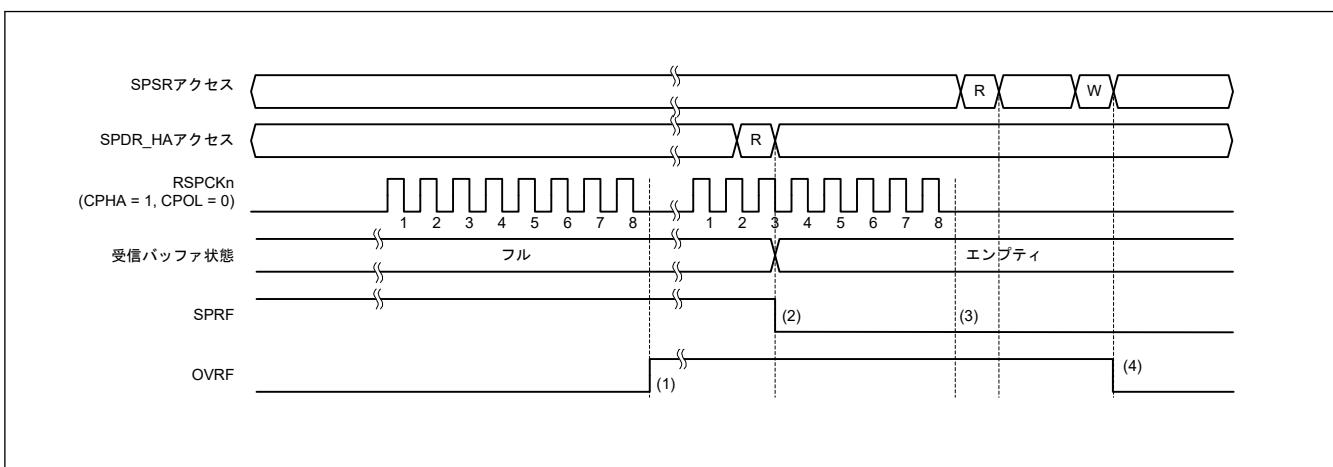

図 30.37 OVRF フラグおよび SPRF フラグの動作例
図 30.37 に OVRF フラグと SPRF フラグの動作例を示します。図 30.37 に示す SPSR アクセスと SPDR\_HA アクセスは、それぞれ SPSR レジスタと SPDR\_HA レジスタへのアクセス条件を示します。W は書き込みサイクル、R は読み出しサイクルを示します。この例では、SPCMDm.CPHA ビットが 1、SPCMDm.CPOL ビットが 0 の設定で、SPI が 8 ビットのシリアル転送を実行しています。RSPCKn 波形の下に記載した数字は RSPCK サイクル数 (= 転送ビット数) を示しています。
以下に、図 30.37 の (1)～(4) に示したタイミングでのフラグの動作内容を説明します。